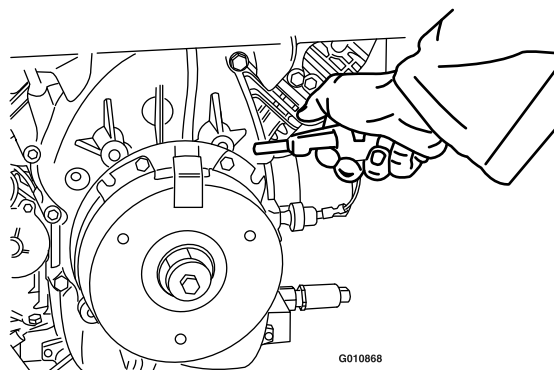

Figure 73
3. Soufflez de l'air comprimé sous le pôle et autour des entretoises du frein pour éliminer tout débris (Figure 73).